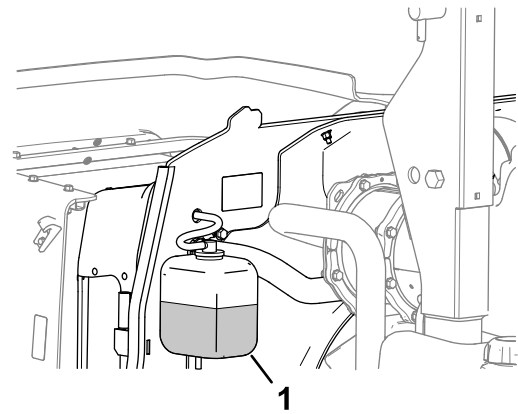

Figura 66
1. Verifique o nível de líquido de arrefecimento do depósito secundário (Figura 66).